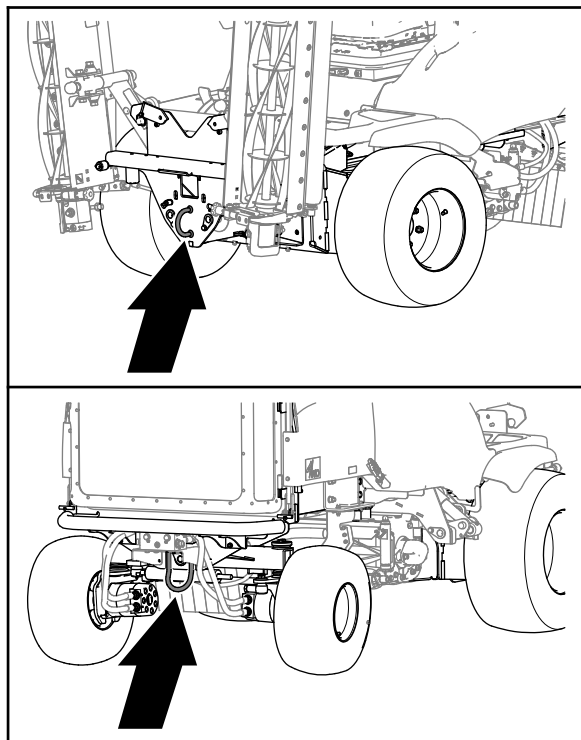

Bild 43
5. Setzen Sie eine **starre** Abschleppstange zwischen der Abschleppöse vorne an der Maschine und dem Zugfahrzeug ein (Bild 43).